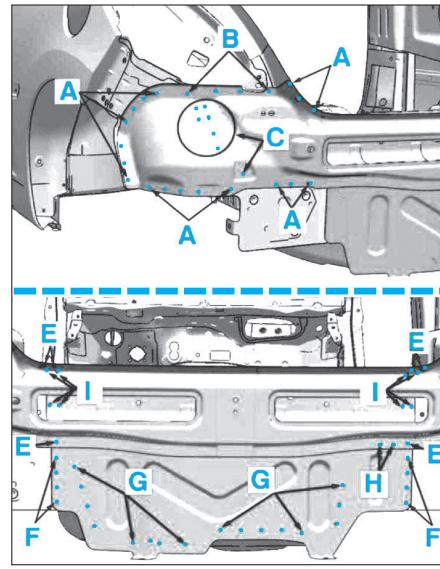

FIG. 55
- Poser et souder la pièce neuve aux endroits indiqués A à I (Fig.55).